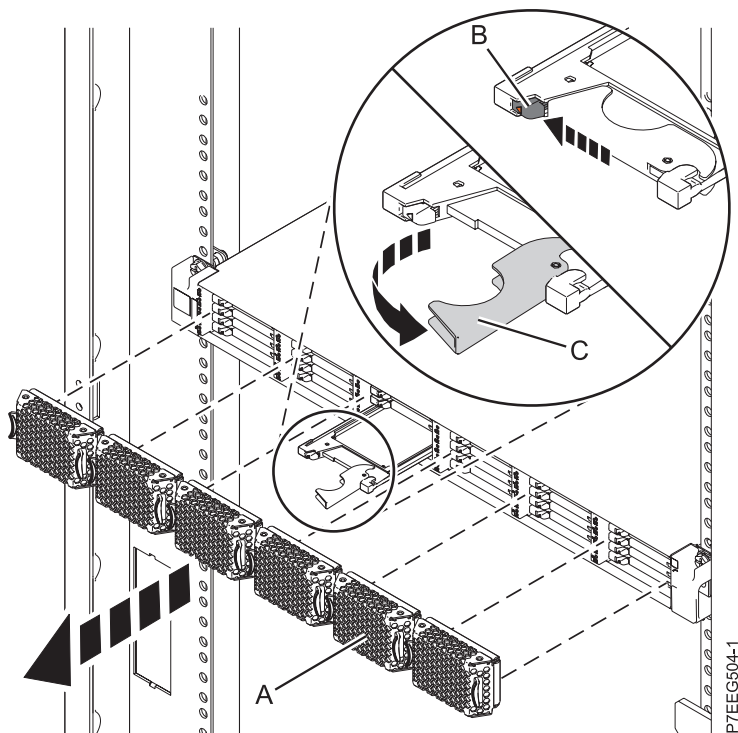

Figura 34. Extracció de la unitat d'estat sòlid des de Allotjament d'emmagatzematge EDR1 PCIe
1. Aixequiu la tapa bisellada (A) que cobreix la ranura que conté la unitat d'estat sòlid. Consulteu Figura 34 a la pàgina 52.
2. Desplaceu el pestell d'alliberació (B) amb compte per tal de desbloquejar la nansa de la unitat.
3. Agafeu la nansa (C) i feu sortir parcialment la unitat de la ranura.